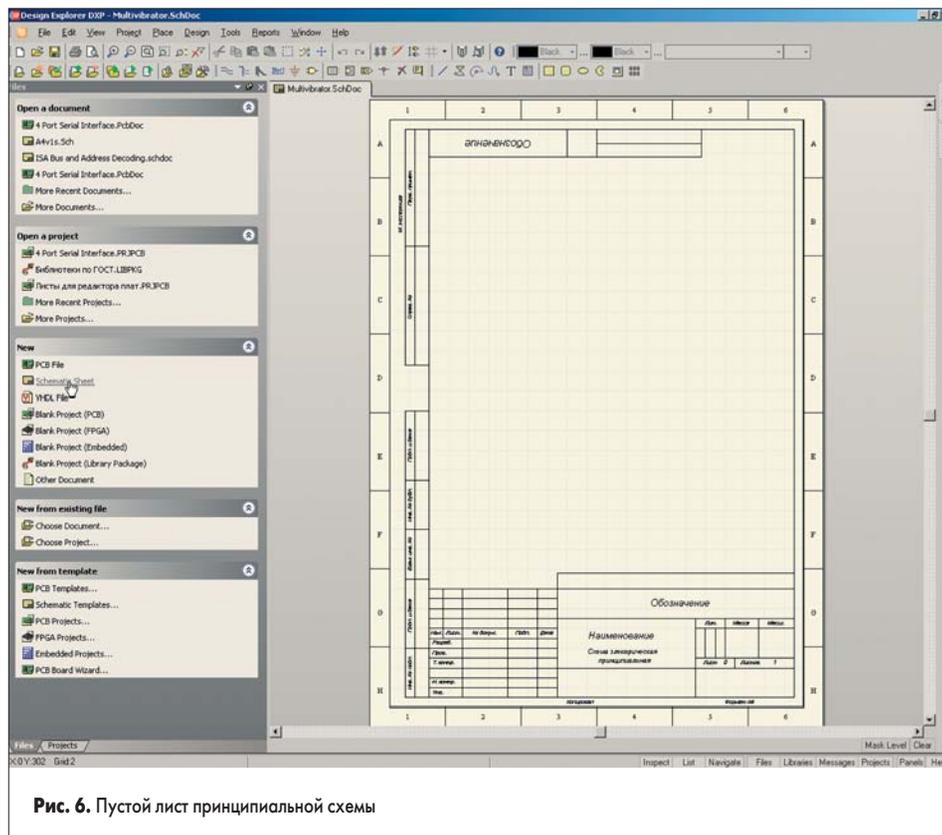

Рис. 6. Пустой лист принципиальной схемы
3. Прежде чем начать рисовать схему, сохраним настроенный лист схемы с помощью команды File / Save (горячие клавиши F, S). Для быстрого задания параметров листов схем можно использовать заранее созданные специальные шаблоны или имеющиеся листы схем. Шаблоном называется заготовка листа принципиальной схемы с установленными параметрами, сохраненная в файл с расширением .DOT. Шаблоны листов схем с рамкой и основной надписью по ГОСТ в масштабе 1 мм = 2 дискрета можно получить у автора данной статьи. Смена шаблона осуществляется с помощью команды Design/Template/Set Template File Name, после выполнения которой лист схемы примет вид, показанный на рис. 6.